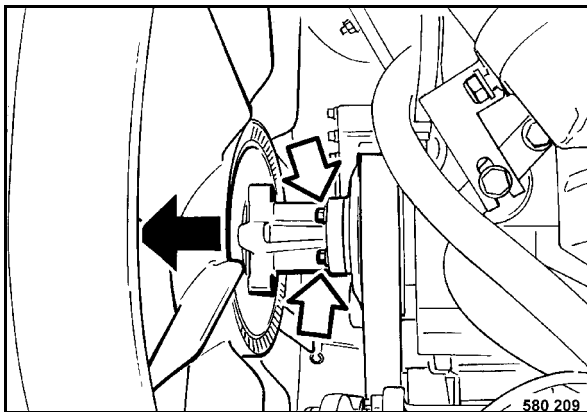

Fig. 162
- Desenroscar los tornillos de fijación (Fig. 162) y empujar el ventilador hacia delante.